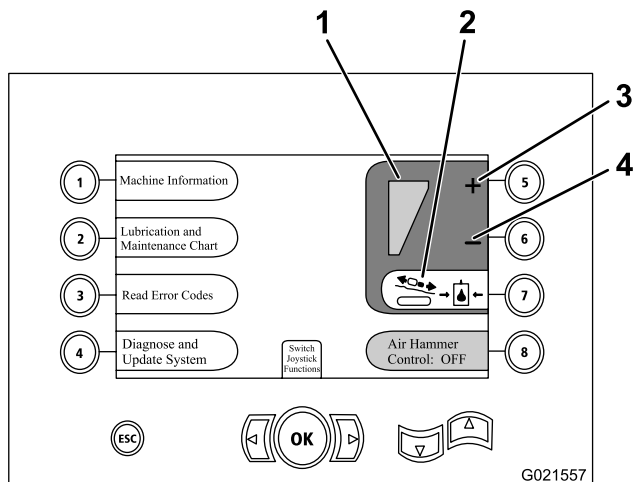

Figura 70
1. Pulse el botón 7 de la pantalla para cambiar la presión del carro a Activado (verde), según se muestra en la Figura 70.